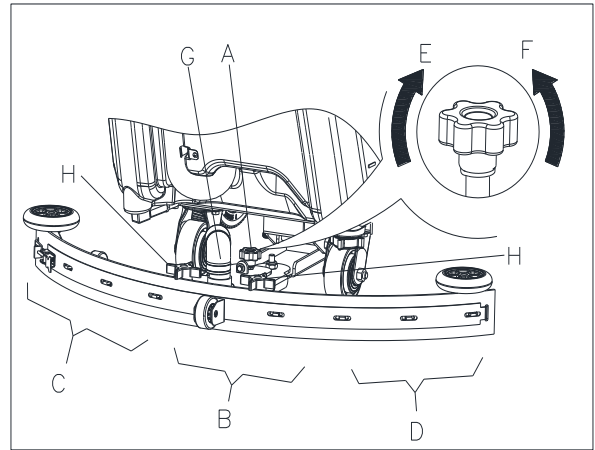

Abbildung 11
1. Installieren Sie das Abziehgummi und schrauben Sie die Mutter (H, Abb. 11) nach oben. Stecken Sie nun den Saugschlauch (G) an das Abziehgummi.
2. Stellen Sie das Abziehgummi über Einstellgriff ein (A, Abb. 11).
- a) Bei einer Lücke zwischen dem Boden und dem des Abziehgummi (B) wird der Knopf (A) gegen den Uhrzeigersinn in Richtung (F) gestellt, bis das gesamte Abziehgummi guten Bodenkontakt aufweist und das vordere Blatt den Boden leicht berührt, das hintere fest den Boden berührt.
- b) Bei einer Lücke zwischen dem Boden und beiden Blattenden (C und D) wird der Knopf (A) im Uhrzeigersinn in Richtung (E) gestellt, bis beide Abziehgummi guten Bodenkontakt aufweisen und das vordere Blatt den Boden leicht berührt.